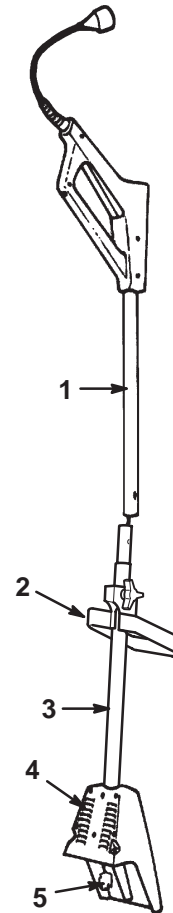

Figure 2
2. Enfilez la poignée réglable sur le tube inférieur (Fig. 2).